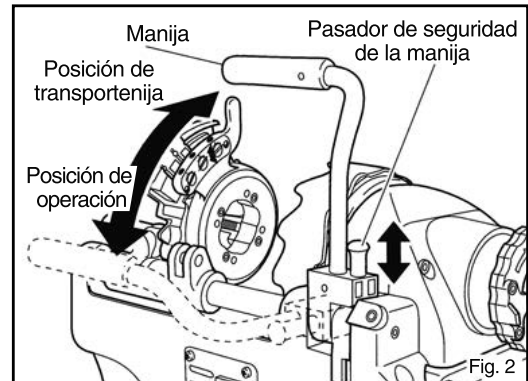

Fig. 2
Instrucciones de operación**1. Transporte de la máquina** (Fig. 2)
- Antes de roscar o efectuar otras operaciones asegúrese de que la manija esté en la posición de operación, como se muestra en la Fig. 2.
Nota: cuando maneje la unidad asegúrese de que la manija esté en la posición más baja ('Posición de operación' en la Fig. 2 de la Pág. 7).